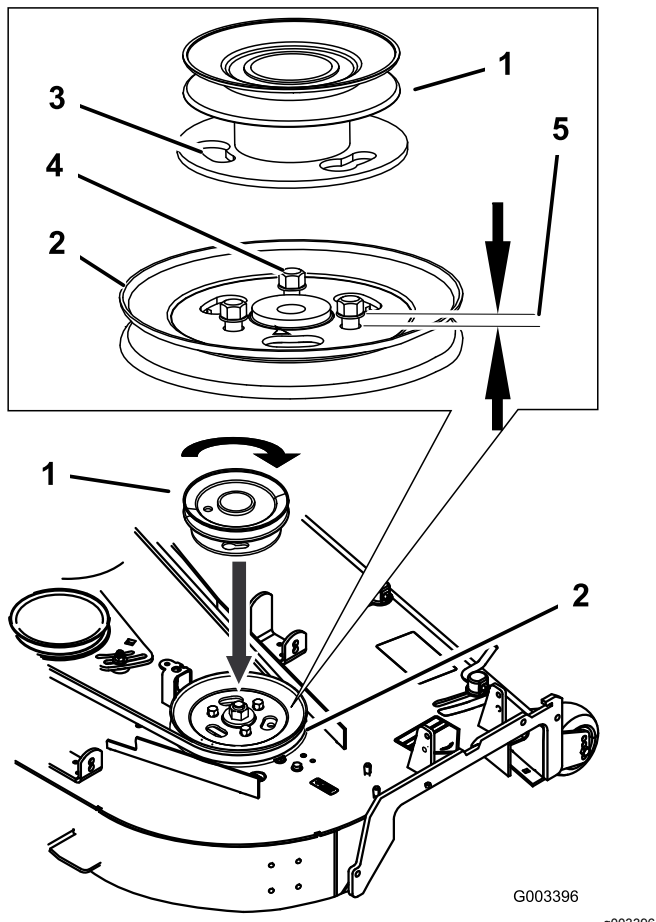

图 11
1. 松开现有剪草机刀盘皮带轮上的自攻螺栓但不要卸掉图 11。
2. 对齐新皮带轮总成使开口位于皮带轮螺栓头顶部图 11。
3. 转动皮带轮使其锁定到位图 11。